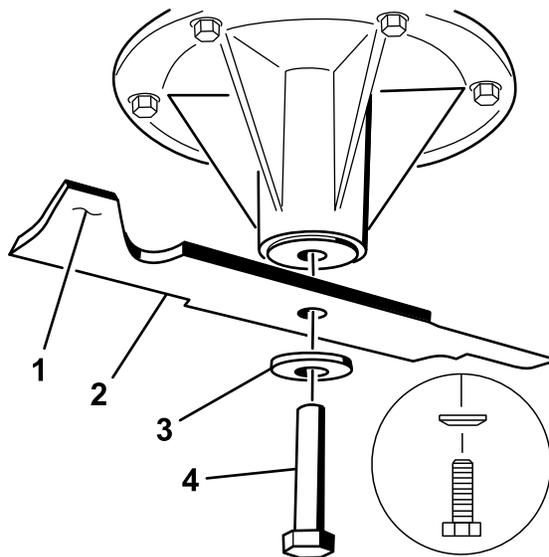

Рисунок 71
2. Установите нож на шпindel (Рисунок 71).
3. Установите изогнутую шайбу и болт ножа (Рисунок 71).
Примечание: Изогнутую шайбу необходимо установить так, чтобы ее конусная часть была обращена к головке болта (Рисунок 71).